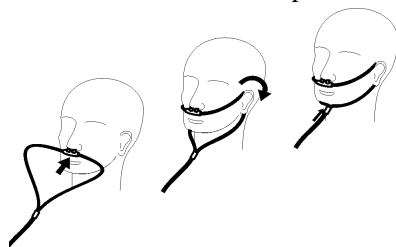

Figure 7
4. Installez la canule nasale sur le patient comme indiqué à la Figure 7.